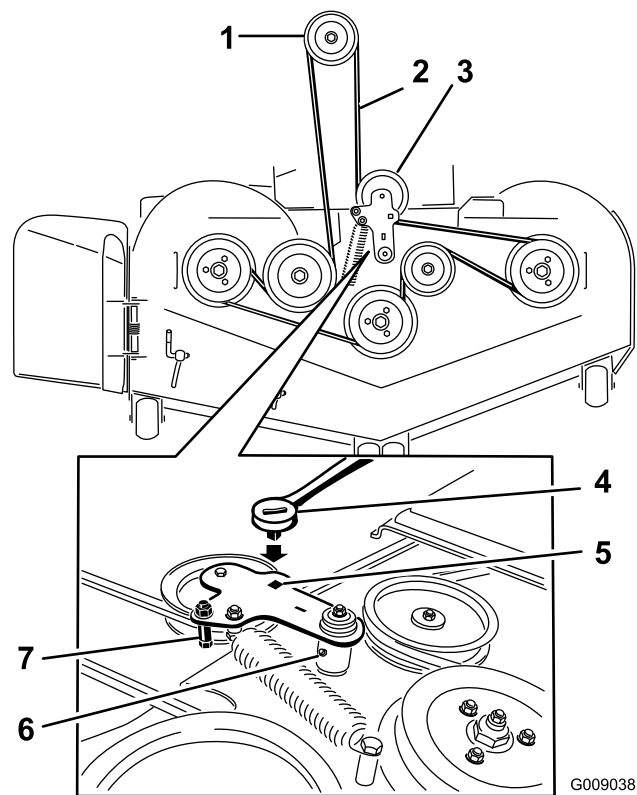

Figura 80
5. Utilice una llave de carraca en el taladro cuadrado del brazo tensor para aliviar la tensión del muelle tensor (Figura 80).
7. Instale la guía de la correa en el brazo tensor tensado con muelle (Figura 80).
9. Pase la correa nueva alrededor de las poleas del cortacésped y de la polea del embrague, debajo del motor (Figura 80).
10. Instale la guía de la correa en el brazo tensor (Figura 80).
11. Utilizando la llave de carraca en el taladro cuadrado, instale el muelle tensor (Figura 80).